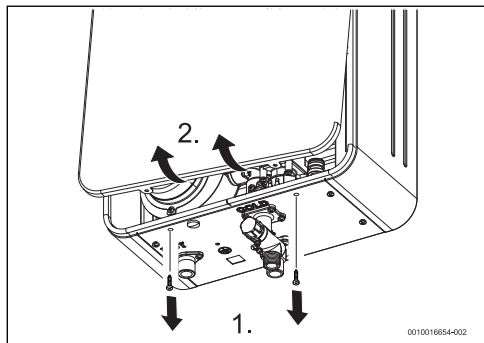

Fig. 23 Retirer l'habillage avant.
- ▶ Retirer l'habillage avant de l'appareil (fig. 23 page 25).